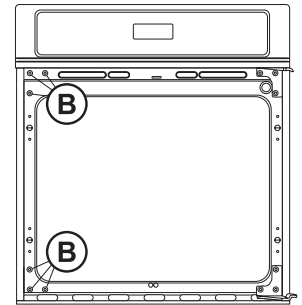

Figure 11
- 3.2.5. Remplacez les six (6) vis et rondelles, enlevées à l'étape 1, du côté opposé de l'encadrement soit à gauche (Voir B, Figure 11).